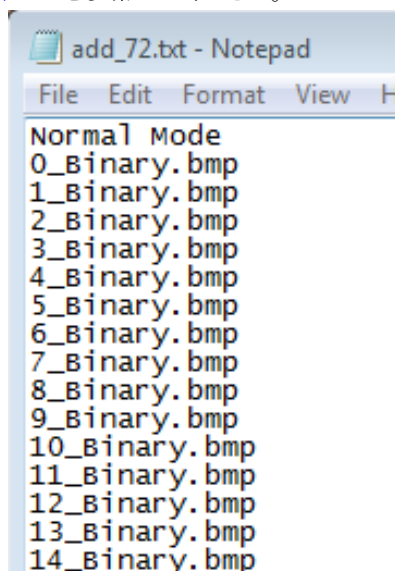
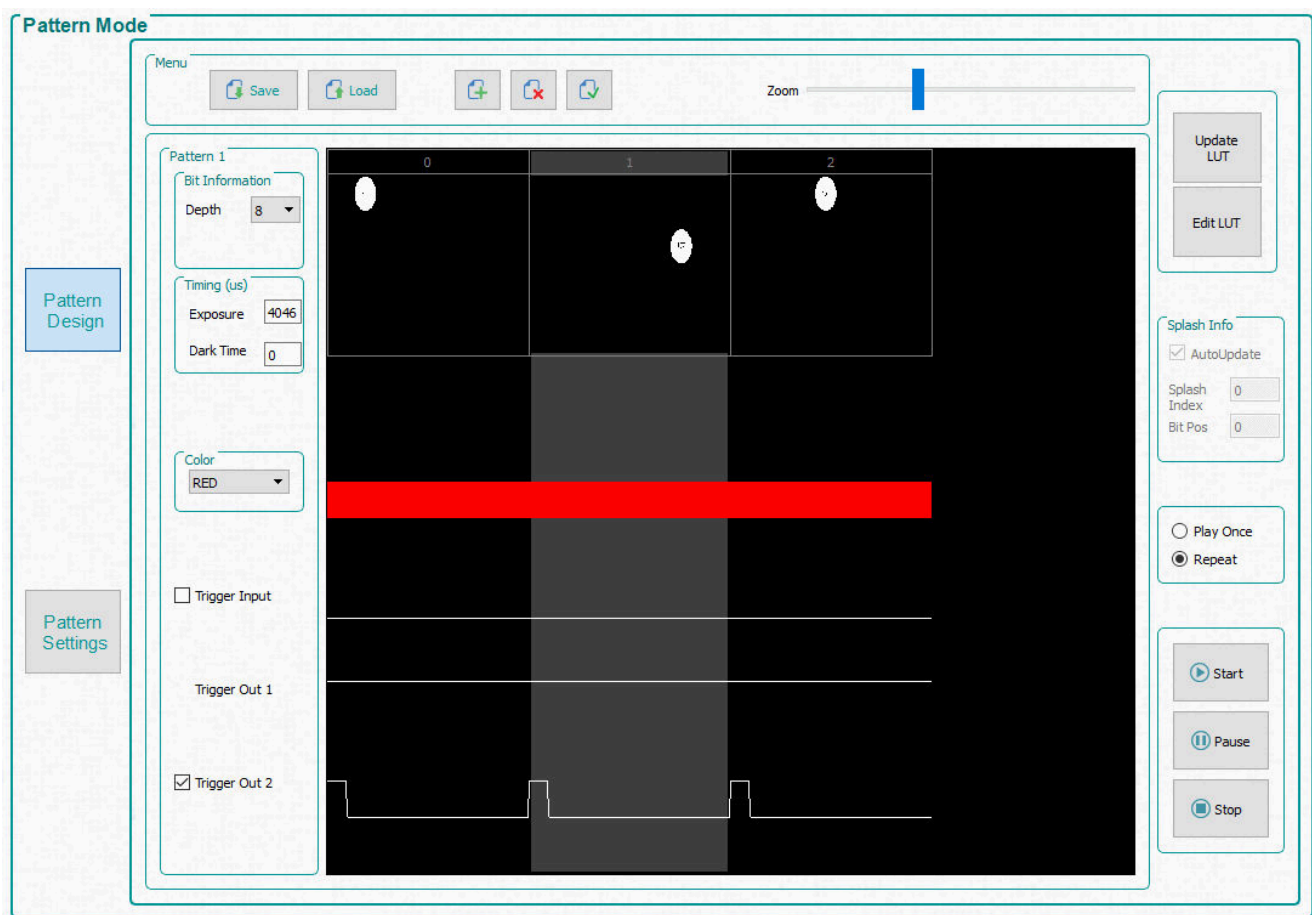

図 7-8. リストから追加
図 7-9. パターン・シーケンス
3. メニュー・バーの [Add Pattern] ボタンをクリックし、サンプルの画像ディレクトリから 3 つのビットマップ画像を参照します。使用する EVM に応じたイメージ・フォルダから選択します。3 つの画像はすべて、[open file] ダイアログ・ウィンドウ内で同時に選択できます。一度に複数のファイルを選択すると、オペレーティング・システムは選択した順序でイメージをロードできない場合があります。事前に定義された順序で画像を追加するには、[Load] ボタンを使用します。このオプションは、各ビットマップのファイル名が目的の順序で指定されたテキスト・ファイルから画像をロードします。または、順序を保証するため、[Add Patter] ボタンを使用して、1 つずつ順に画像を追加することもできます。ファイルから画像をロードする例を、図 7-8 に示します。ビットマップ画像は、テキスト・ファイルと同じディレクトリに配置する必要があります。画像を追加してから、図 7-9 を参照してください。